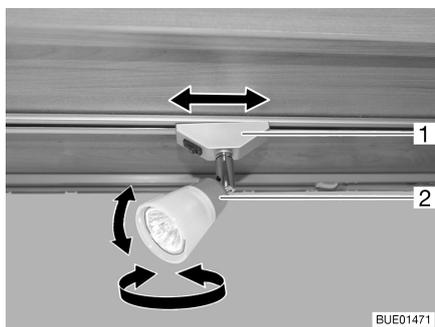

Bild 26 Spotleuchte
- Gehäuse (Bild 26,2) fassen und drehen.
- Halterung (Bild 26,1) fassen und um ca. 45° drehen.
- Halterung (Bild 26,1) fassen und um 90° drehen.